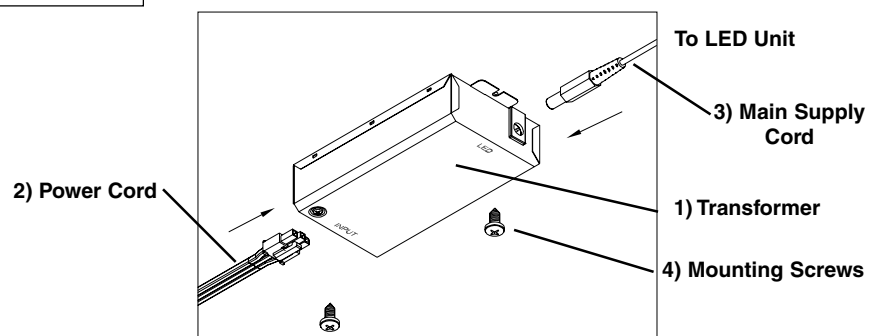

Fig. 1
3. **Installer le transformateur (1)** au moyen des deux vis (4) fournies avec le transformateur. **Voir la fig. 1.**
- 2. Determine location for Transformer (1).** Note: Transformer should be within 5 feet of wall outlet. **(If Direct Wire installation is required- See Direct Wire Installation below before proceeding).**
- 3. Install Transformer (1)** with two screws provided with Transformer.- **See Fig. 1**
- 2. Determine la ubicación para el Transformador (1).** Nota: El transformador debe estar a menos de 5' del enchufe de pared. **(Si requiere una instalación de Alambrado Directo- Vea la Instalación de Alambrado Directo abajo antes de proceder).**
- 3. Instale el Transformador (1)** con dos tornillos (4) proporcionados con el Transformador.- **Vea Fig. 1.**